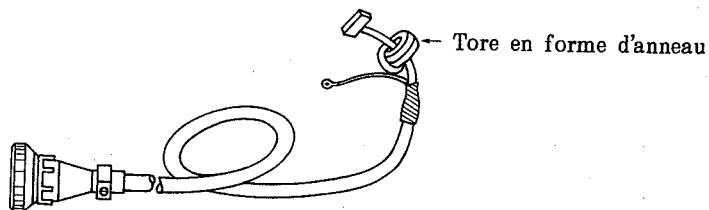

Fig. 55
- (5) Retirer le tore en forme d'anneau du câble IO-17SC2. (Voir la Fig. 55.)